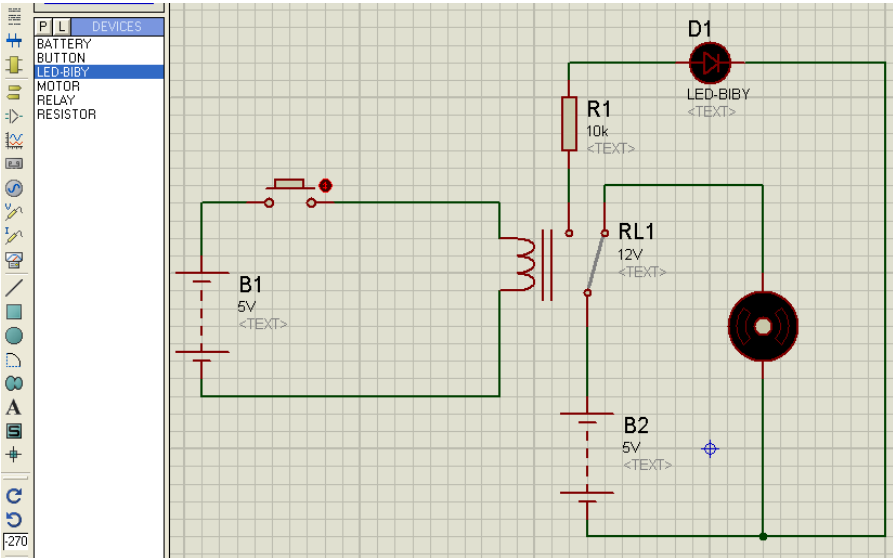

Рисунок 5.16 – Схема до виконання самостійної роботи.
3.1 Накресліть схему (рис. 5.16) та знайдіть у ній помилки.